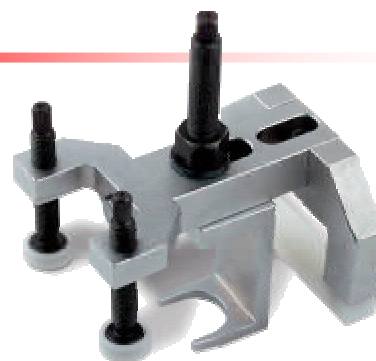

Fig.1
- 6) Inserire la parte a forchetta dell'estrattore nella sede appena sopra il tubo di mandata sul corpo dell'iniettore (Fig.1)
- 6) Insérer la partie à fourchette de l'extracteur dans la siège juste sur tuyau d'alimentation sur le corps de l'injecteur (Fig.1)
- 6) insert the fork part of the extractor in the place just over the pipe of sending on the body of the injector (fig.1)
- 6) Introducir la parte de tenedor del extractor en la base, justo debajo del tubo de presión sobre el cuerpo del inyector (Fig.1)